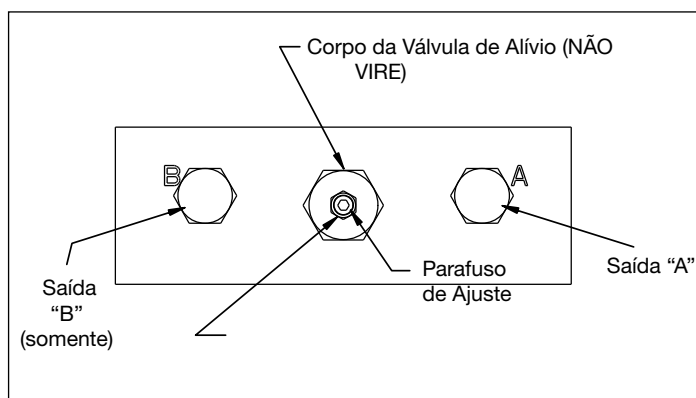

Figura 12, Válvula de Alívio - VM33M e VM43M
1. Instale um manômetro de 0-1,035 bar [0-15,000 psi] na saída "A" (ver Figura 12).